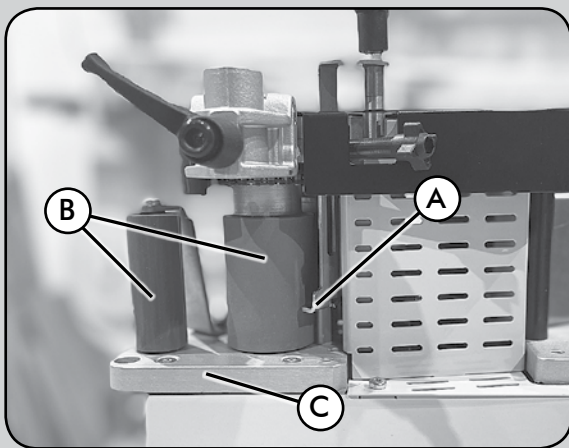

Fig. 21
**Guía salida canto y resortes guía canto A (Fig. 21):** Retire los residuos de aplacado con un trapo impregnado en Netspray.
**Rodillos B (Fig. 21):** Límpielos con un trapo con Netspray.
**Superficie de salida C (Fig. 21):** Retire los residuos de aplacado con una espátula de madera. Para mantener la máquina en óptimas condiciones y minimizar las labores de mantenimiento use el anti adherente sin silicona CANTSPRAY de Virutex.